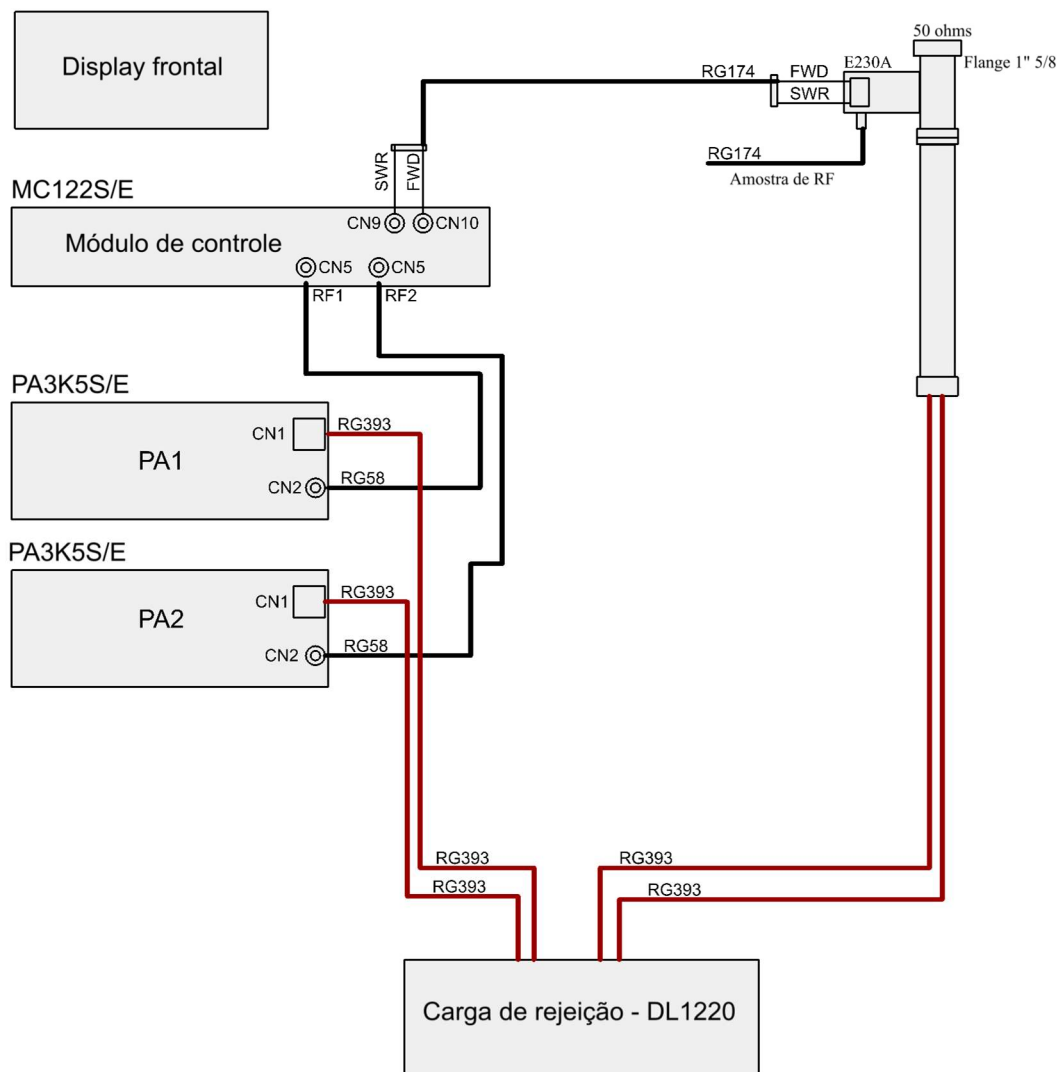

Figura 4: RF
São dois (02) módulos amplificadores de RF denominados como PA, que recebem o sinal de RF em fase vindo do divisor de potência situado no módulo MC122S/E denominados de RF1 e RF2 (trilhas em vermelho na figura 4). Após devidamente amplificados são somados a partir do somador tipo Wilkinson antes de sair para a antena.
Abaixo, Figura 4, está o diagrama em blocos simplificado da parte de RF do transmissor FM6K0S/E.
Ainda dentro do módulo de controle temos um amplificador e um divisor do tipo Wilkinson de quatro saídas que disponibilizam quatro sinais compostos de RF denominados aqui como RF1 e RF2 conforme é mostrado bem acima na figura 4, módulo de controle. Estes sinais saem com amplitude e fase rigorosamente iguais.